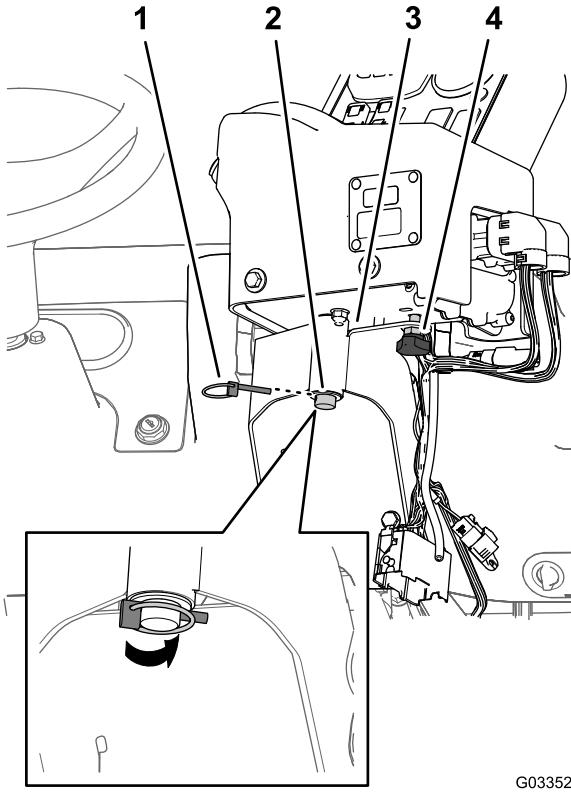

図 19
2. 先ほど外したスプリングクリップピンを使って、コントロールコンソールを、コントロール取り付けブラケットに固定する図 19。
3. 操作中にコンソールが回転しないようにハンドノブを取り付ける図 19。